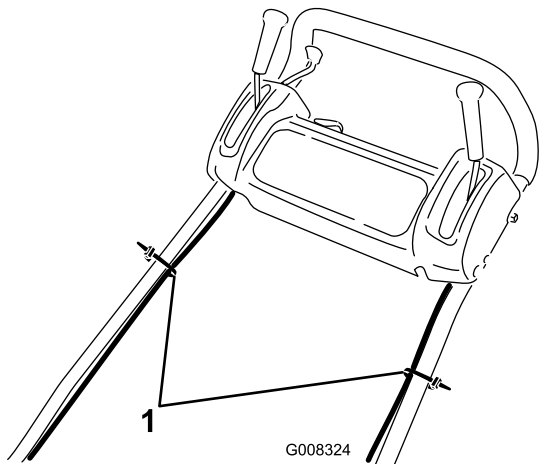

Figura 4
- Fije los cables al manillar con sujetacables (Figura 4).